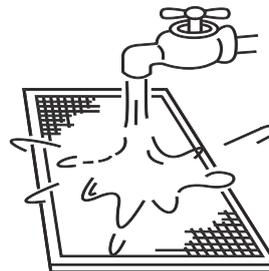

Abbildung 13.3
- b. Die Lufteintrittsseite sollte bei Verwendung von sauberem Wasser nach unten zeigen. (siehe Abb. 13.3)